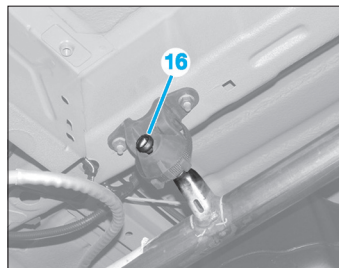

Fig. 18
- les vis de la suspension d'échappement (14),
- les vis de fixation de la crémaillère (15).
- Sortir la ligne d'échappement de son silentbloc (16) (Fig.18).